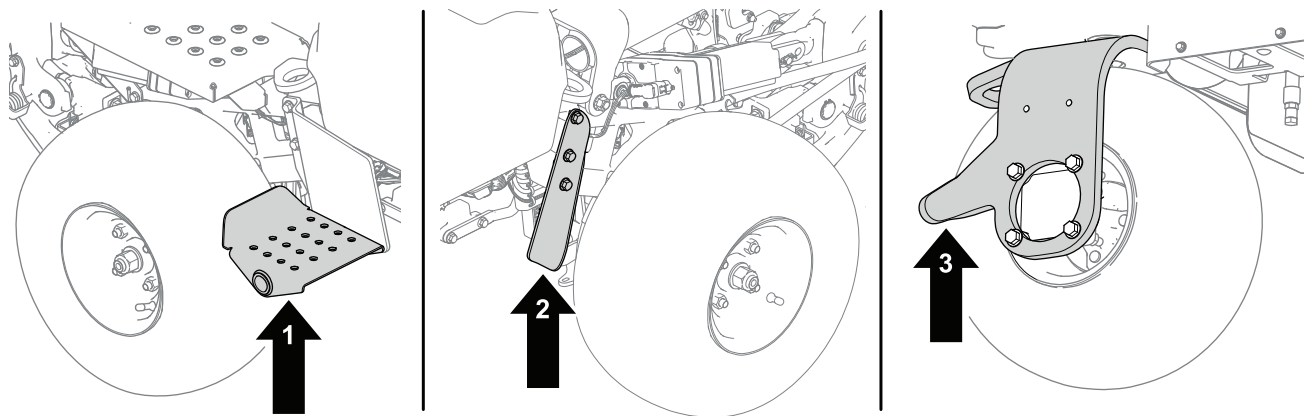

図 38
1. ジャッキアップポイントの下にジャッキを置く 図 38。